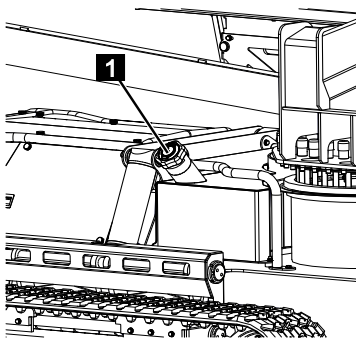

Fig. 167
4. Ouvrir le bouchon (Fig.167/1 du réservoir, le desserrer en le tournant dans le sens inverse des aiguilles d'une montre et le mettre à un endroit adapté de manière à ce qu'il reste propre.